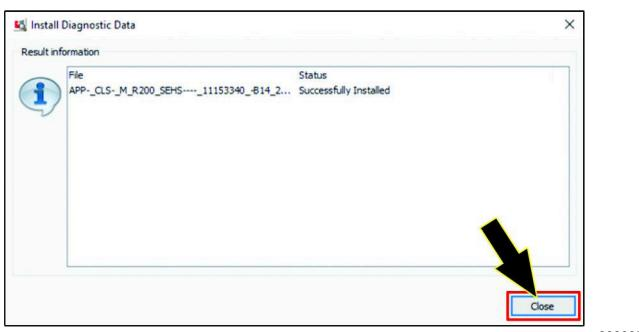

Bild 46
6. Klicken Sie im Dialogfeld ERGEBNISINFORMATIONEN auf das Symbol SCHLIEßen (Bild 46).